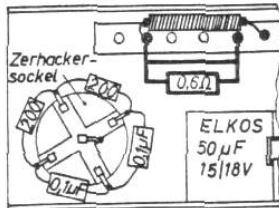

Abb. 8 Schaltung 6 V
- Stromzuführung nach Abb. 8 oder 9 umschalten.